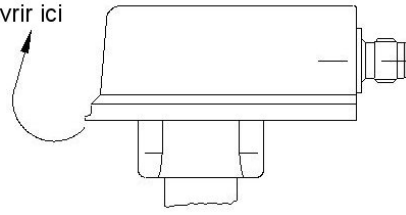

Abb.17
- ☞ Zum Verstellen der Schalteinheit öffnen Sie den Deckel des Schaltkopfes (Abb. 17)